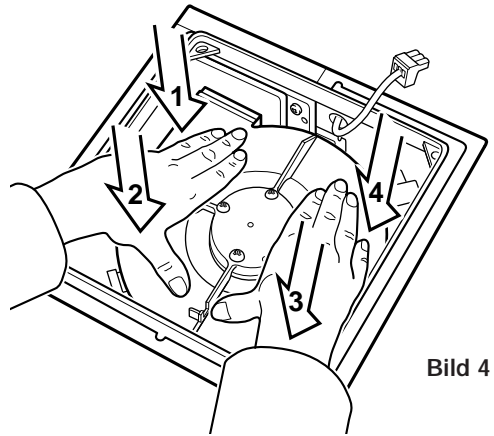

Bild 4
- Lüfterteil nochmals im Ganzen andrücken (Bild 4).